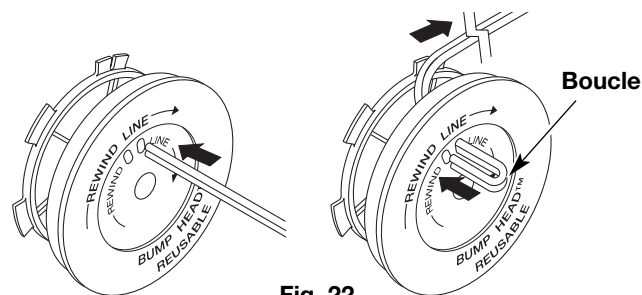

Fig. 22
- Découpez environ 3 m (6 pi) de fil neuf. Insérez une extrémité de fil dans l'un des deux trous du moulinet intérieur (Fig. 22). Tirez le fil jusqu'à ne laisser que 10 cm (4 po) environ.
- Insérez l'extrémité du fil dans le trou ouvert du moulinet et tirez sur le fil pour que la boucle soit le plus petit possible (Fig. 22).